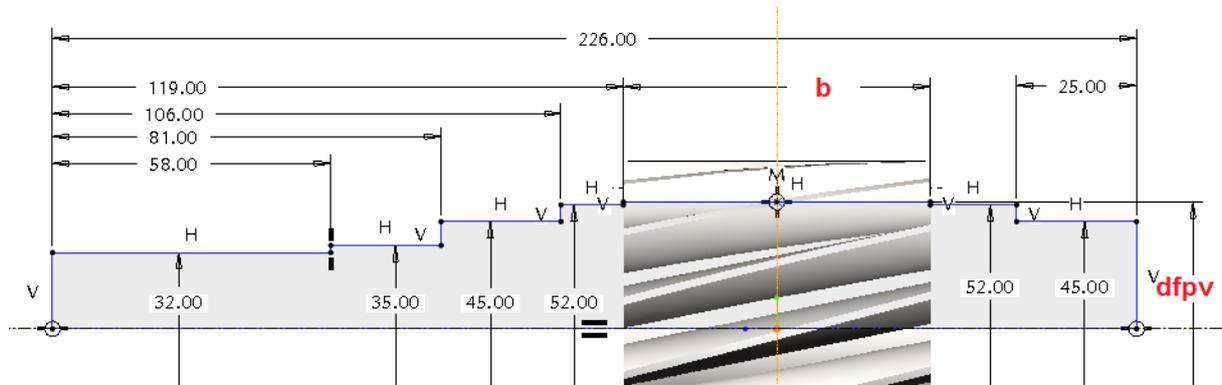

Abb. 2 Skizze Drehen Wellengrundkörper
►  Drehen ► Skizzenebene: „E_TEILUNG“ ► Mittellinie definieren ► Rotationsquerschnitt skizzieren (Abb. 2) ► OK